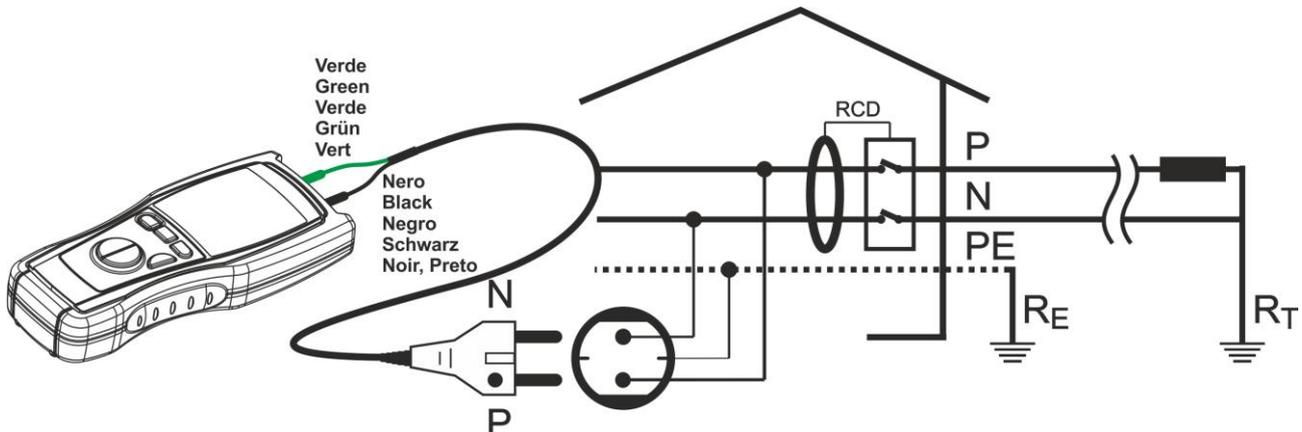

Fig. 13: Conexão dos terminais do instrumento em teste
6. Inserir o cabo shuko numa tomada de corrente (ver Fig. 13). Na figura é representada a ligação à tomada.